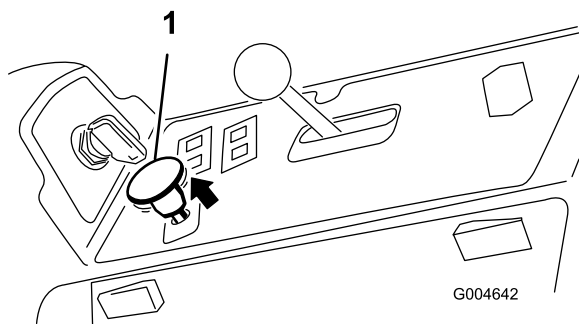

Figura 22
3. Innestate il comando della PDF alzandolo (Figura 22).